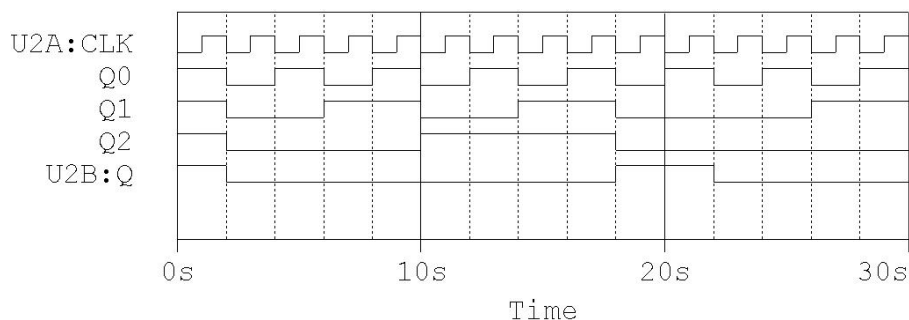

图 1.3 输入计数脉冲与输出 Q 仿真波形图（初始 Q3Q2Q1Q0=1111）
②将 Q3Q2Q1Q0 初始状态设置为 1111, 在 Probe 程序中显示输入计数脉冲与输出 Q0、Q1、Q2、Q3 的波形, 结果如图 1.3 所示。